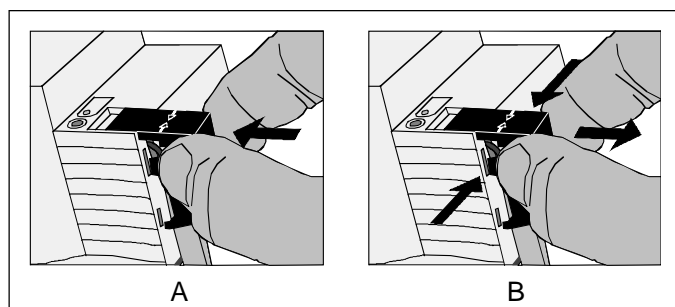

Bild 4: Abdeckkappe anbringen / entfernen
- Abdeckkappe anbringen: Die Abdeckkappe wird über die Busklemme geschoben (vgl. Bild 4.A), bis sie spürbar einrastet.
- Abdeckkappe entfernen: Die Abdeckkappe wird entfernt, indem sie seitlich leicht eingedrückt und nach vorne abgezogen wird (vgl. Bild 4.B).